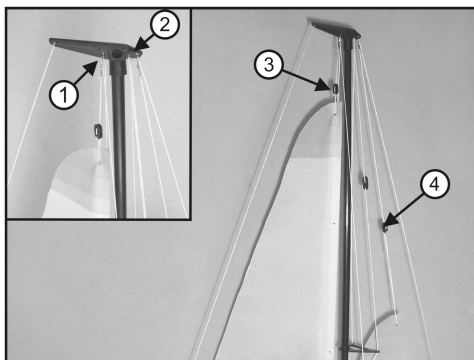

Figure 8
- Comme illustré sur la figure 8, n° 1, clipsez la corde de tension de la grand-voile sur la « pointe du mât ».
- Comme illustré sur la figure 8, n° 2, clipsez la corde de tension de la voile d'avant sur la « pointe du mât ».